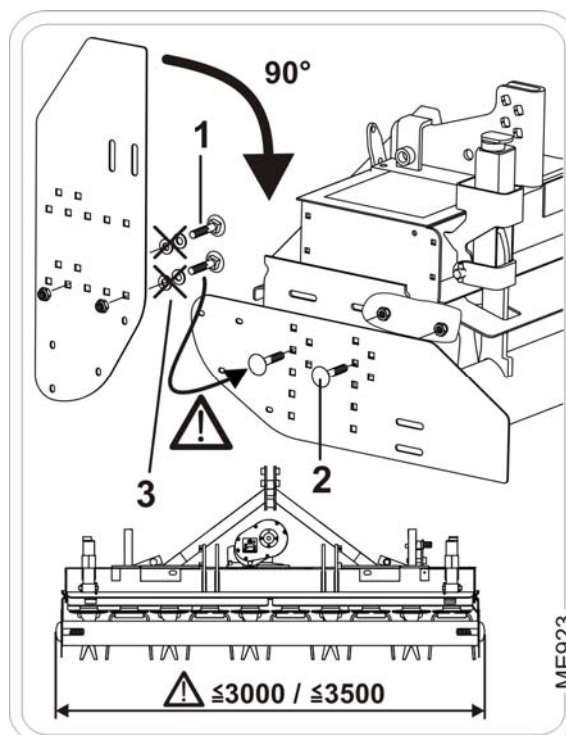

Рис. 78
1. Ослабьте винты с плоской головкой (Рис. 78/1).
3. Снаружи вставьте винты с плоской головкой (Рис. 78/2) в боковой щиток и привинтите его.
Не используйте шайбы (Рис. 78/3).